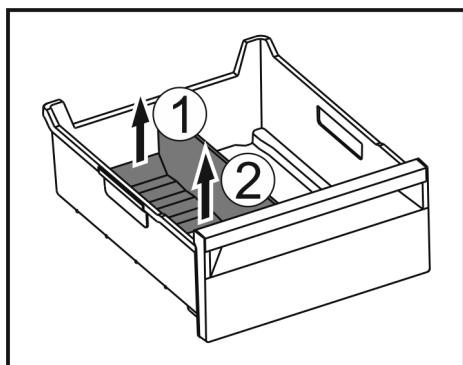

Fig. 170
- Løft den bageste del af frostrumsadskilleren. Fig. 170 (1)
- Tag frostrumsadskilleren op og ud. Fig. 170 (2)